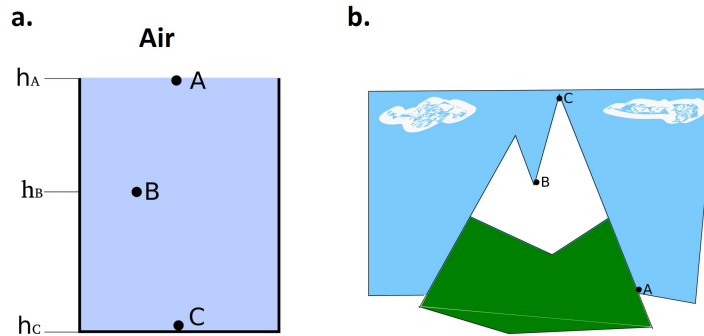

FIGURE 1 – a. Château d'eau. b. Montagne.
1. Considérons le château d'eau ouvert à son extrémité supérieure à la pression atmosphérique ($P_{\text{atm}} = 1.01 \text{ bar} = 101 \text{ kPa}$) comme illustré figure 1. Estimer la pression P en A, B et C à la fois en atm et en bar, avec $(h_A, h_B, h_C) = (100 \text{ m}, 60 \text{ m}, 0 \text{ m})$.
3. Estimer la pression en A, B et C avec $(h_A, h_B, h_C) = (0 \text{ m}, 1200 \text{ m}, 2000 \text{ m})$ comme illustré figure 1.b.